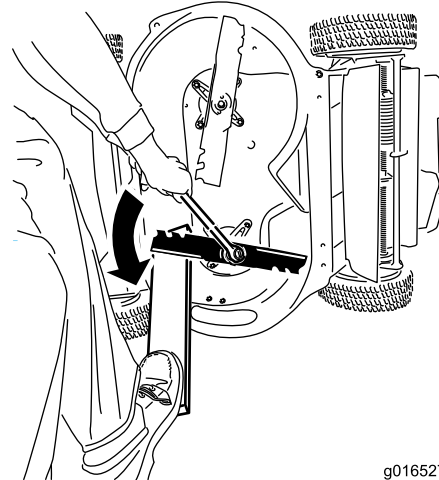

Figure 38
1. Servez-vous d'une cale en bois pour immobiliser chaque lame et dévissez le boulon de lame, comme montré à la Figure 38.